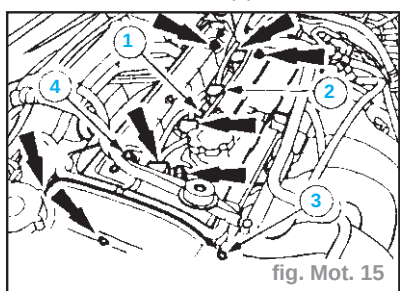

fig. Mot. 15
- Déposer le couvre-culasse à la verticale par le haut : (fig. Mot. 15)
- débrancher le connecteur de la sonde de température de culasse (sonde CHT) (1),
- débrancher les connecteurs de bougie, (utiliser l'outil spécial 303-622 pour les connecteurs de bougie soudés) (2),
- déposer les trois vis du carter supérieur de courroie de distribution (3),
- dévisser les écrous (4).
- débrancher les connecteurs de bougie (2) (utiliser l'outil spécial 303-622 pour les connecteurs de bougies coudés),
- dévisser les écrous (4),